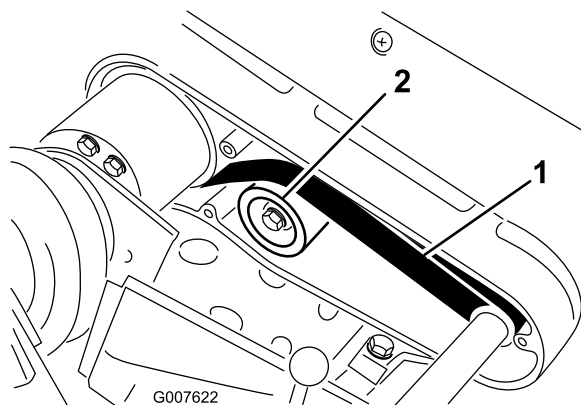

Рисунок 40
- Проверьте натяжение, приложив к ремню посередине между шкивами (Рисунок 40) усилие 22–26 Н.
А. Ослабьте крепежную гайку натяжного ролика и поворачивайте натяжной ролик по часовой стрелке, прижимая к обратной стороне ремня, пока не будет достигнуто требуемое натяжение ремня (Рисунок 40).